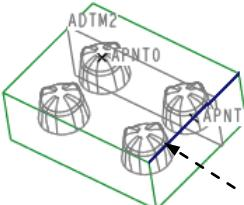

图 28.5 基准点 APNT1
Step1. 创建图 28.5 所示的基准点 APNT1。单击 **模具** 功能选项卡 **基准** ▾ 区域中的  按钮；选取图 28.5 所示坯料的边线；在“基准点”对话框中，先选择基准点的定位方式 **比率**，然后在左边的文本框中输入基准点的定位数值（比率系数）0.5；在“基准点”对话框中单击 **确定** 按钮，完成基准点 APNT1 的创建。